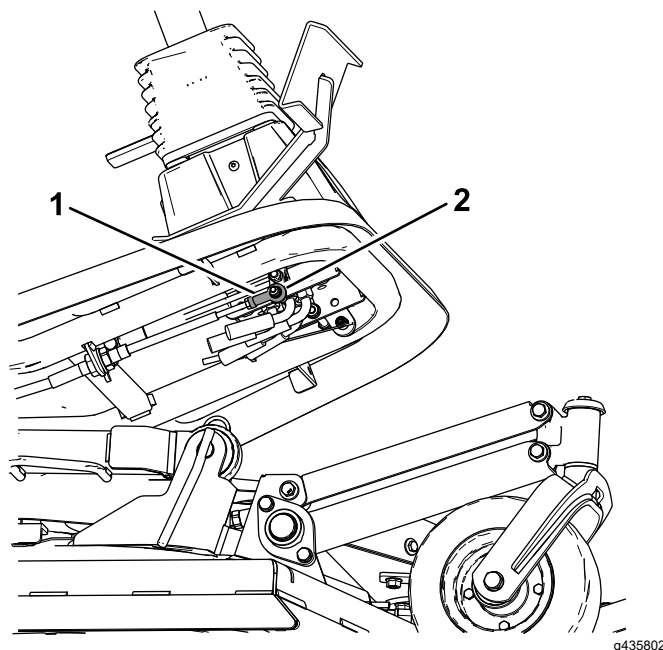

Figura 81
4. Allentate il controdado che fissa il cuscinetto dell'estremità dell'asta del cavo di trazione al pedale (Figura 81).
5. Togliete il bullone e il dado che fissano il cuscinetto dell'estremità dell'asta della trazione al pedale (Figura 81).
7. Serrate il controdado (Figura 81) e fissate il cuscinetto dell'estremità dell'asta al pedale della trazione con il bullone e il dado rimossi per bloccare l'angolo del pedale.